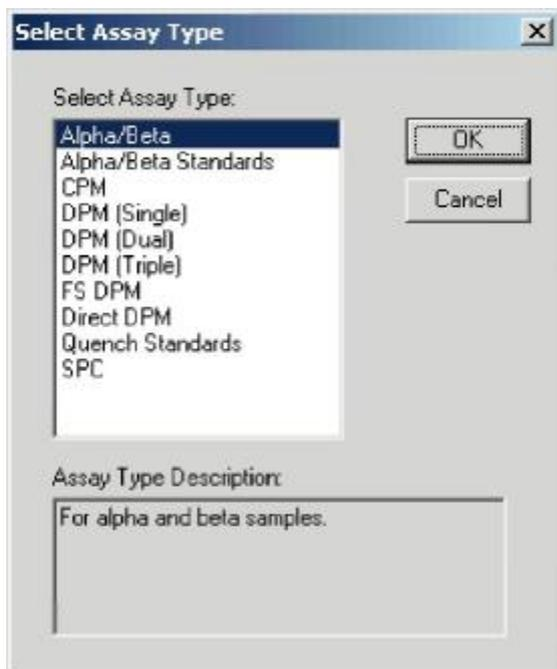

Рисунок 2-6. Окно Select Assay Type (Выбрать тип анализа).
1. Выберите **File | New Assay (Файл | Новый анализ)** в строке меню. На экране появится окно *Select Assay Type* (Рисунок 2-6). Из списка анализов выберите тип анализа, который необходимо создать, и щелкните **ОК**.